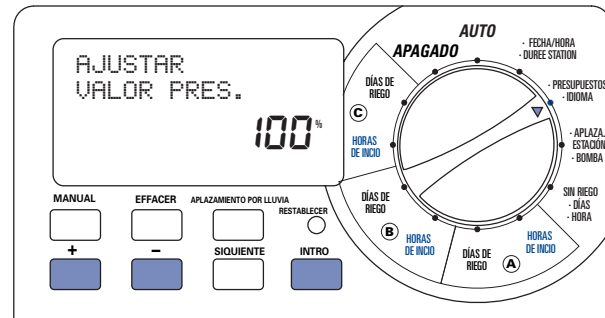

Ilustración 14: Ajuste de la "Estimación del agua"
1. Gire el dial a la posición • **PRESUPUESTO** [Ilustración 14]